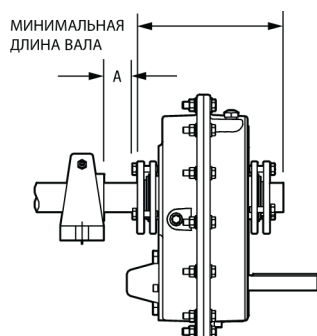

Рис. 5. Минимальные рекомендуемые размеры
1. Для установки редуктора на ведомом валу требуется один комплект втулок в сборе. Узел состоит из двух конических втулок, винтов и шайб, двух опорных шайб втулок и стопорных колец, а также одной или нескольких шпонок. Ведомый вал должен проходить через всю длину выходного вала редуктора. Если это условие не выполняется, стандартными коническими втулками пользоваться не следует; вместо них пользуйтесь короткими коническими втулками, как описано в разделе «Короткие конические втулки выходного вала редуктора». Минимальная длина вала, измеренная от конца вала до внешней кромки фланца втулки (рис. 5), приведена в табл. 1.
1. Для установки редуктора на ведомом валу требуется один комплект втулок в сборе. Узел состоит из одной длинной конической втулки, одной короткой конической втулки, одного клина конической втулки, винтов и шайб втулок, двух опорных шайб втулок и стопорных колец, а также одной или нескольких шпонок. Минимальная длина вала, измеренная от конца вала до внешней кромки фланца втулки (рис. 5), приведена в табл. 1.